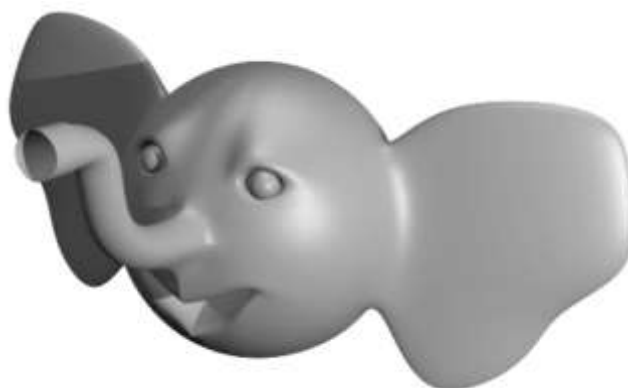

Рис. 23.15
- Перемещая вершины, исправьте форму ушей так, как показано на рис. 23.15.